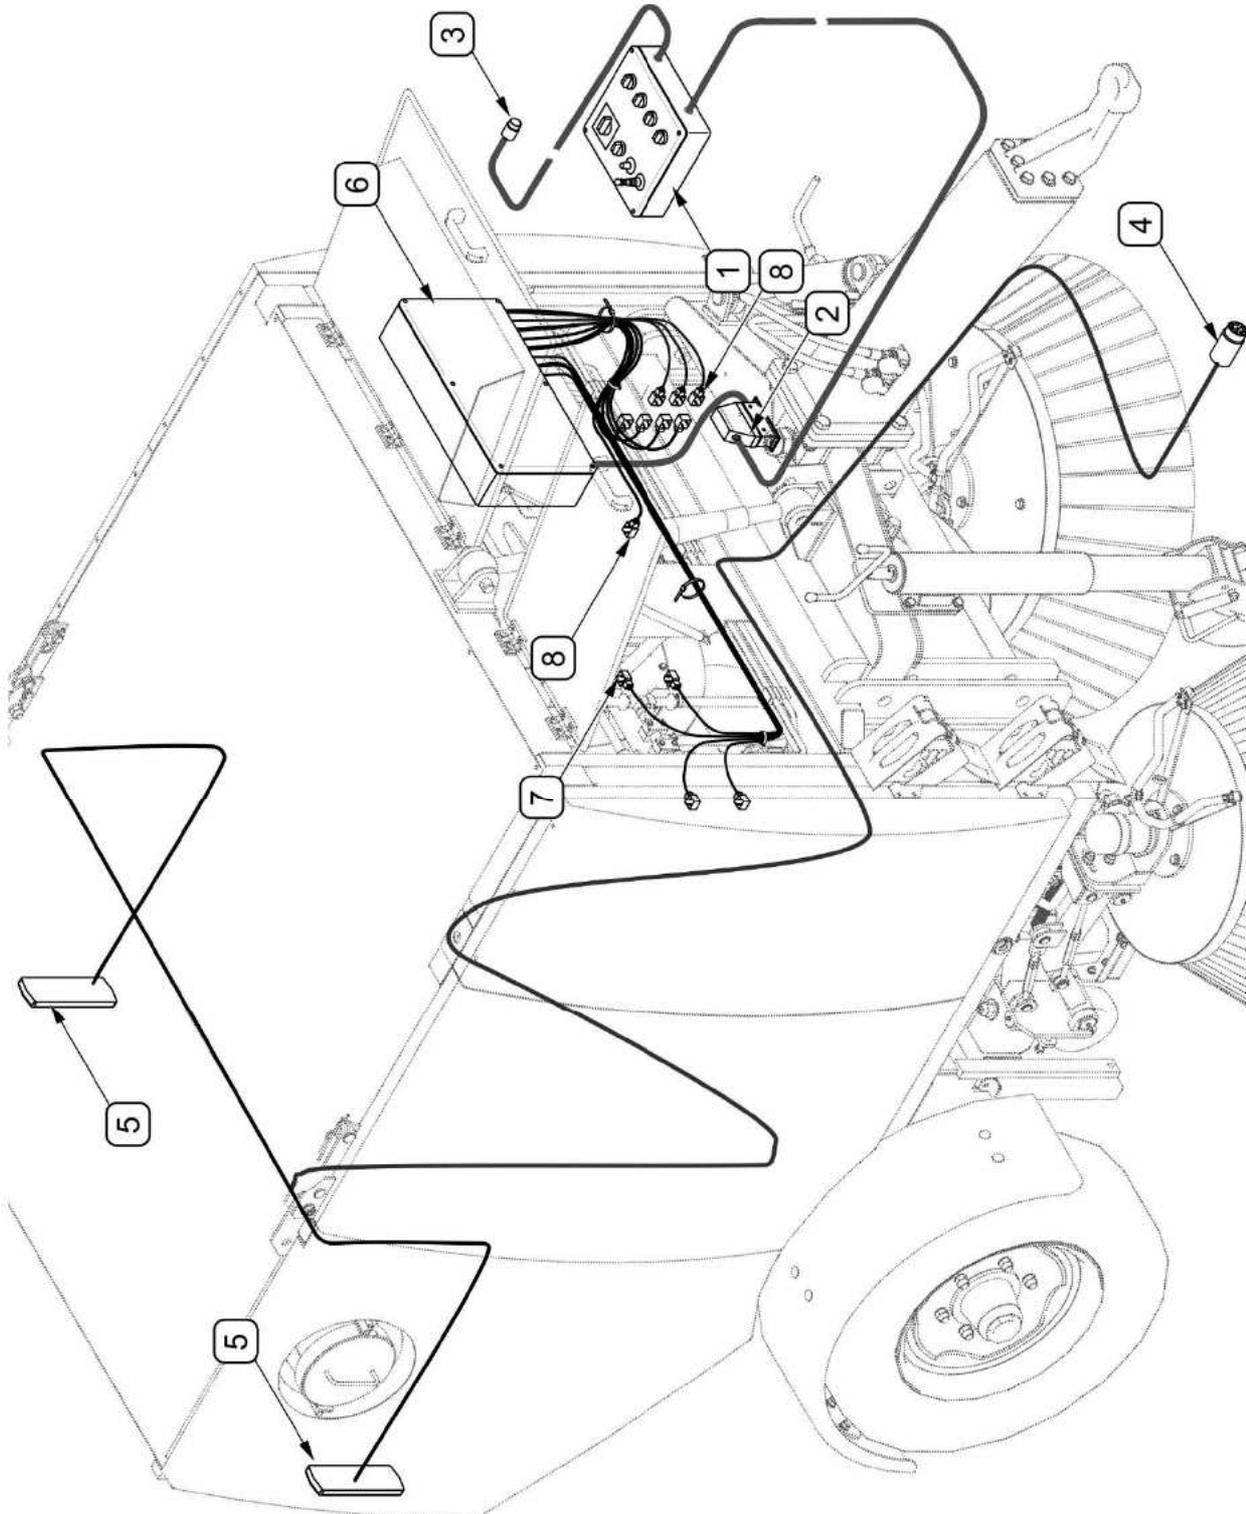

ABB. 3.10 Aufbau der Elektroinstallation
Die Elektroinstallation der Kehrmaschine ZMC2.0 ist auf die Stromversorgung aus einer 12V Gleichstromquelle ausgelegt. Den Stecker (4) der Elektroinstallation der Beleuchtungsanlage (ABB. 3.10) muss an die 7-polige Steckdose am Schlepper angeschlossen werden. Der 3-polige Stecker für die Stromversorgung des Steuerpults der Kehrmaschine muss an die 3-polige Steckdose am Schlepper angeschlossen werden.